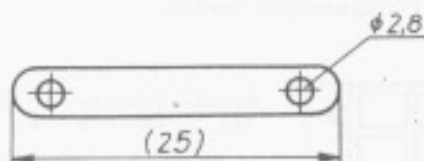

Abb. 2.13. Streifen für Montage von 2 x STM K 0360
- Form A 2 und B 2: Streifen 1.16.014731.4 nach Abb. 2.13 wird mitgeliefert.
Für die Montage von zwei STM K 0360 übereinander wird der Streifen 1.16.014731.4 nach Abb. 2.13. benötigt.